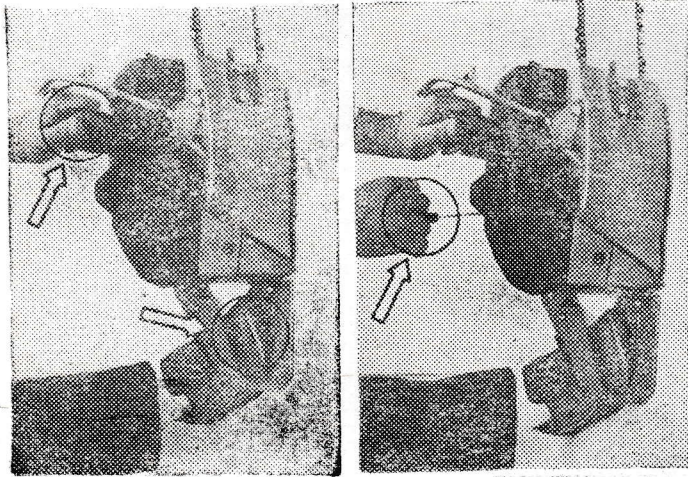

Fig. 10
7. Se așază ferăstrăul pe sol și se fixează cu piciorul drept așezat pe placa mînerului dreapta și cu mîna stîngă apăsînd ferm pe mînerul stîng (fig. 10).